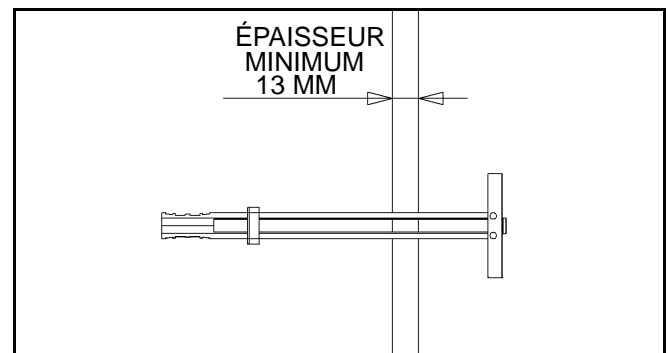

Figure 10.
4. A l'aide d'un ancrage plastique (100) dans le trou, faites glisser la bride pour les doigts ensemble pour tourner l'extrémité à l'intérieur du trou perpendiculairement au mur (voir la Figure 10).